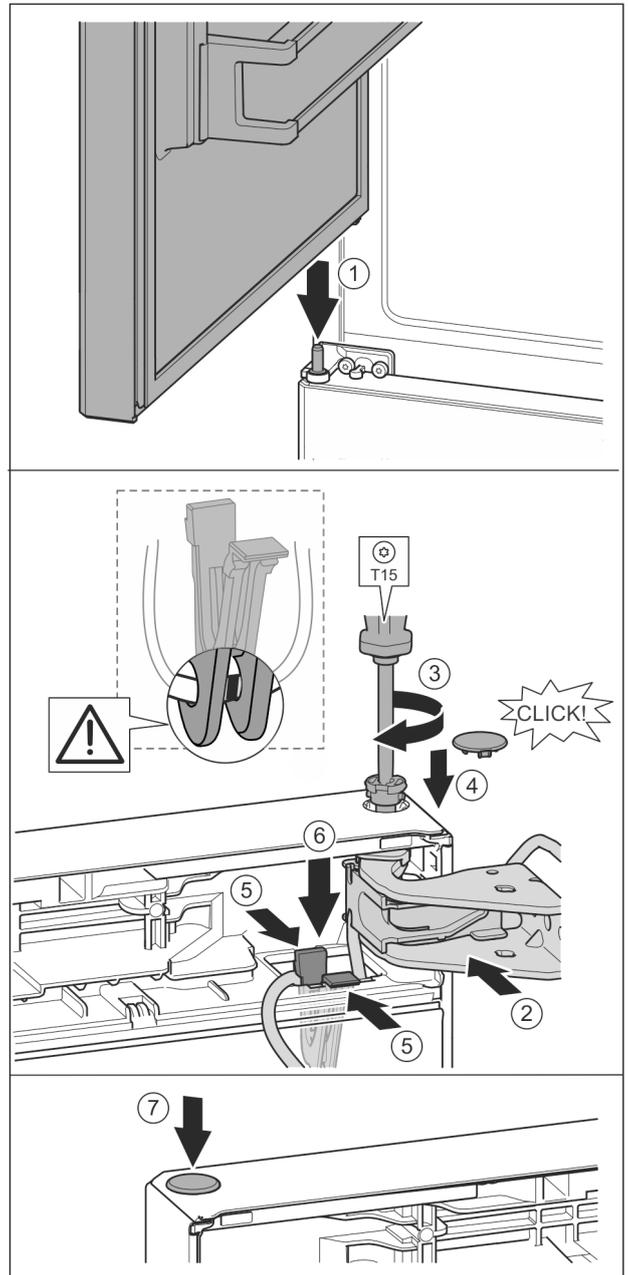

Fig. 36
- ▶ Coloque la puerta superior sobre el perno de cojinete intermedio Fig. 36 (1)
- ▶ Alinee la parte superior de la puerta respecto a la abertura en el soporte de cojinete. Fig. 36 (2)
- ▶ Introduzca el perno y atornillelo con el destornillador T15. Fig. 36 (3)
- ▶ Montar la cubierta del seguro para asegurar la puerta: introduzca la cubierta del seguro y compruebe si descansa sobre la puerta. De lo contrario, introduzca por completo el perno. Fig. 36 (4)
- ▶ Introduzca el soporte con el cable fijado a éste en la abertura. *Fig. 36 (5)*
- ▶ Presione el soporte hacia abajo hasta que la lengüeta encaje. *Fig. 36 (6)*
- ▶ Coloque el tapón. *Fig. 36 (7)*